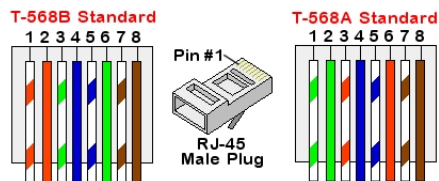

Abbildung 16: Standardverkabelung
- c. Führen Sie die acht Drähte in einen RJ45-Stecker ein, wie in *Abbildung 16* dargestellt
7. Verwenden Sie zum Anschluss am Switch/Router ein fertig knyektioniertes Kabel oder bereiten Sie mittels eines Crimpwerkzeuges ein entsprechendes Kabel vor: Führen Sie hierbei die acht Drähte entsprechend der oben gezeigten Reihenfolge (*Abbildung 16*) in den RJ45-Steckverbinder ein.